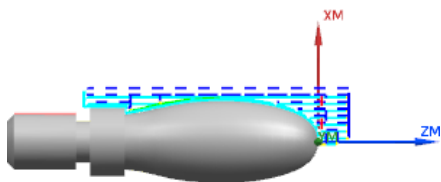

图 4.8 刀路轨迹
Step1. 单击“外侧粗车”对话框中的“生成”按钮，生成的刀路轨迹如图 4.8 所示。